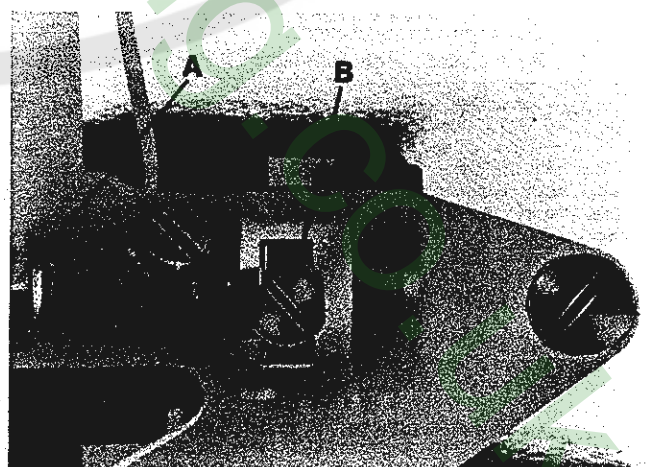

Fig.41
The amount of spreader travel from extreme left to extreme right position can be increased or reduced if required. For adjustment loosen nut (A, Fig. 41), turning screw (B) clockwise reduces and turning it counterclockwise increases the amount of spreader travel. Retighten nut (A).
Der Weg des Legers von der linken zur rechten Endstellung kann bei Bedarf, vergrößert oder verkleinert werden. Zur Einstellung lösen Sie die Mutter (A, Fig. 41), drehen der Schraube (B) im Uhrzeigersinn verkleinert und drehen im Gegenuhrrzeigersinn vergrößert den Legerweg. Ziehen Sie die Mutter (A) wieder an.